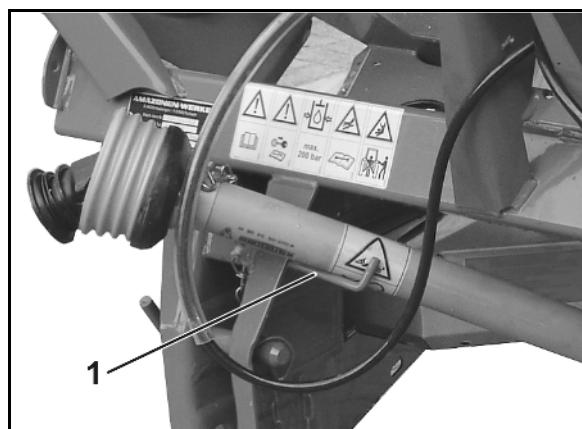

Fig. 36
5. Anbring kraftoverføringsakslen i den tilhørende holder (Fig. 36/1).